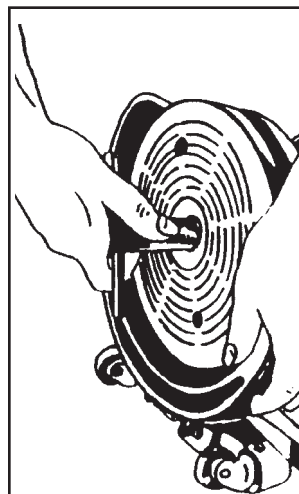

Figure 3
2. Vous trouverez une clé spéciale dans la console derrière le moteur. Utilisez-la pour enlever la vis et la rondelle du centre du pad. Voir Figure 3.